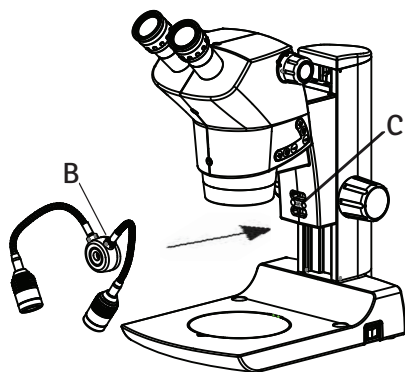

Fig.3
2. Coja el conjunto de LED de soporte tubular (B) y conecte los conectores del soporte tubular. Consulte la fig. 3.